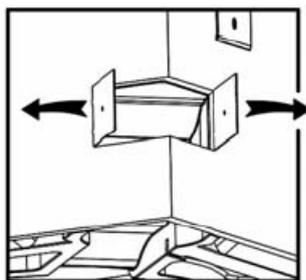

Figure 12
- Ouvrez les volets (Figure 11 et Figure 12).